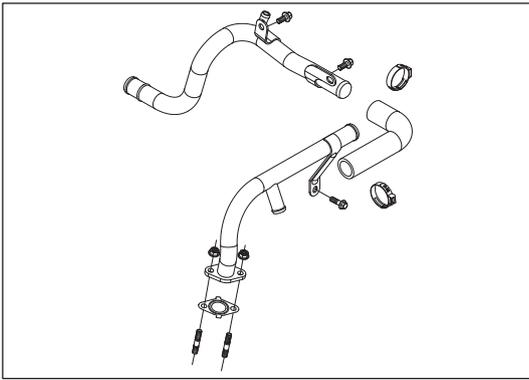
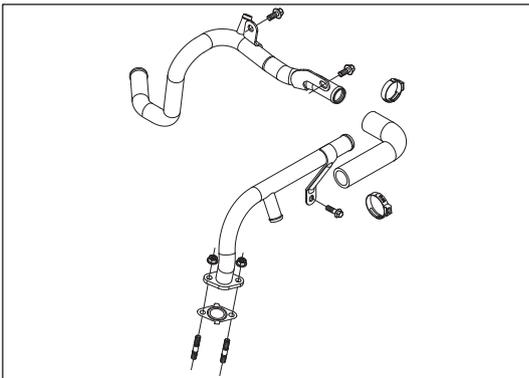

Рис. 10-6-2. Отвод нагретой ОЖ через отводящую трубу (4G15T)
Рис. 10-6-3. Отвод нагретой ОЖ через отводящую трубу (4G15B)
- (1) Ослабить хомуты крепления отводящего шланга ОЖ масляного радиатора. Снять отводящую трубу ОЖ масляного радиатора с части 1 отводящей трубы нагретой ОЖ.
- (2) Ослабить хомуты крепления соединительного шланга отводящей трубы ОЖ турбонагнетателя и снять эту трубу с части 2 отводящей трубы нагретой ОЖ.
- (3) Ослабить два фланцевых болта (М6×14) крепления к головке блока цилиндров и один фланцевый болт (М6×14) крепления к блоку цилиндров, как изображено на рис.10-6-2, рис.10-6-3.
- (4) Ослабить две фланцевые гайки крепления к блоку цилиндров (М6), и снять отводящую трубу нагретой ОЖ, а также прокладки, как изображено на рис.10-6-2, рис.10-6-3.
- (5) Ослабить хомуты крепления соединительного шланга двух частей отводящей трубы нагретой ОЖ. Снять соединительный шланг отводящей трубы нагретой ОЖ.
- (1) При помощи соединительного шланга соединить обе части отводящей трубы ОЖ, а затем закрепить соединение с помощью червячных хомутов.
- (2) Закрепить отводящую трубу нагретой ОЖ и прокладки на блоке цилиндров с помощью двух шестигранных фланцевых гаек (М6) и трех фланцевых болтов (М6×14), как изображено на рис.10-6-2, рис.10-6-3.
- (3) Закрепить шланг отводящей трубы ОЖ масляного радиатора части 1 отводящей трубы, а отводящий шланг ОЖ турбонагнетателя на части 2 отводящей трубы нагретой ОЖ. Затянуть их двумя хомутами.